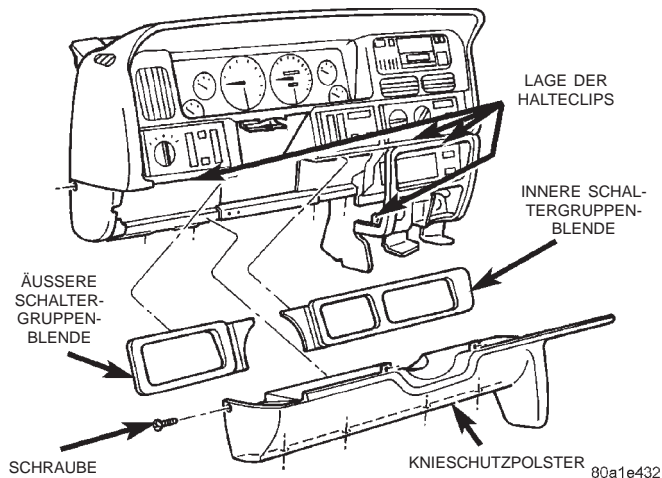
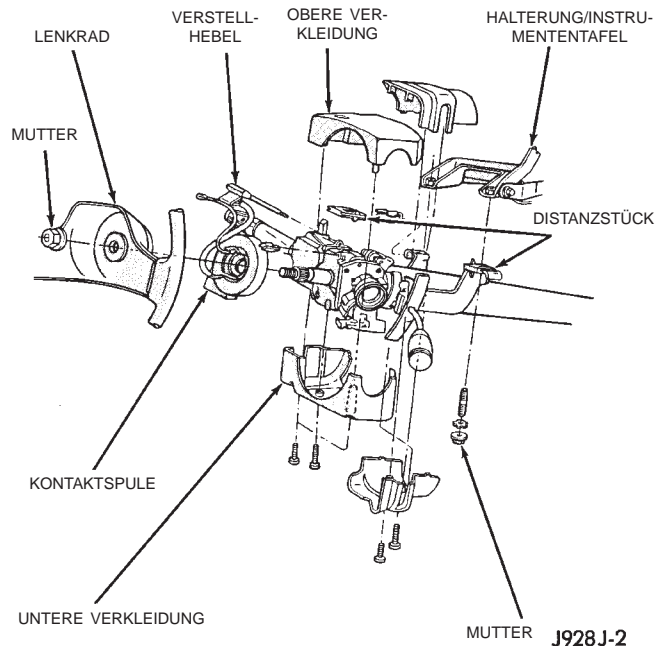
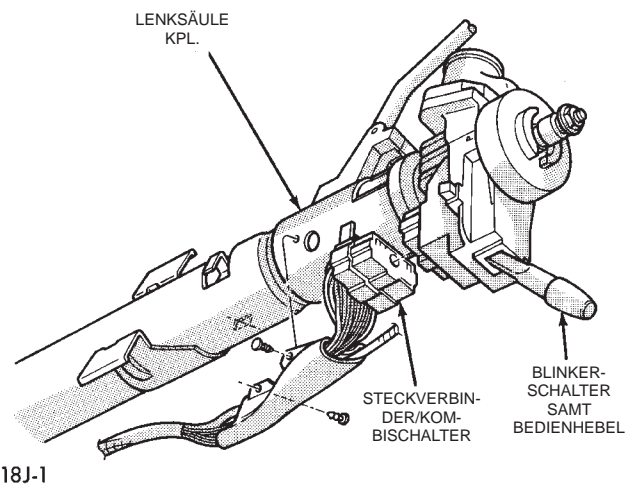

Abb. 5 Lenksäulenabdeckung/Knieschutzpolster aus- und einbauen
Abb. 6 Lenksäulenverkleidungen aus- und einbauen - Typisch
Abb. 7 Steckverbinder des Kombischalters - Typisch
- (1) Batterie-Minuskabel abklemmen und elektrisch isolieren.
- (2) Bei Fahrzeugen mit verstellbarer Lenksäule den Verstellhebel abbauen.
- (3) Mit einem Hartkunststoffstab oder einem anderen geeigneten Werkzeug mit flacher, breiter Klinge vorsichtig die Kanten der beiden Schaltergruppenblenden abhebeln, so daß die Halteclips gelöst werden, und beide Blenden von der Instrumententafel abnehmen.
- (4) Die Schrauben auf beiden Seiten der Lenksäule lösen, mit denen die Lenksäulenabdeckung bzw. das Knieschutzpolster an der Instrumententafel befestigt ist (Abb. 5).
- (5) Die eine Schraube lösen, mit der die Lenksäulenabdeckung bzw. das Knieschutzpolster am äußeren Ende der Instrumententafel befestigt ist.
(6) Die vier Schrauben lösen, mit denen die Unterseite der Lenksäulenabdeckung bzw. des Knieschutzpolsters an der Verstärkung des Unterteils der Instrumententafel befestigt ist.
(7) Mit einem Hartkunststoffstab oder einem anderen geeigneten Werkzeug mit flacher, breiter Klinge vorsichtig die Kanten der Lenksäulenabdeckung bzw. des Knieschutzpolsters an den in (Abb. 5) gezeigten Stellen abhebeln.
(8) Lenksäulenabdeckung bzw. Knieschutzpolster von der Instrumententafel abnehmen.
(9) Die obere und die untere Lenksäulenverkleidung von der Lenksäule abbauen (Abb. 6).
(10) Die untere feststehende Lenksäulenverkleidung abbauen.
(11) Die Muttern lösen, mit denen die untere Lenksäulenhalterung an den Stehbolzen an der Spritzwand befestigt sind. Lenksäule so weit nach unten ablassen, daß die obere feststehende Lenksäulenverkleidung verschoben werden kann.
(12) Die obere feststehende Lenksäulenverkleidung so weit verschieben, daß die Rückseite des Kombischalters zugänglich ist (Abb. 7).
(13) Die Torx-Schrauben lösen, mit denen der Kombischalter an der Lenksäule befestigt ist. Hierzu ein geeignetes Werkzeug (beispielsweise Snap On TTXR20B2) verwenden.
(14) Den Kombischalter vorsichtig ein wenig von der Lenksäule abziehen und die Befestigungsschraube des Steckverbinders lockern. Die Schraube verbleibt am Steckverbinder.
(15) Steckverbinder vom Kombischalter abziehen.